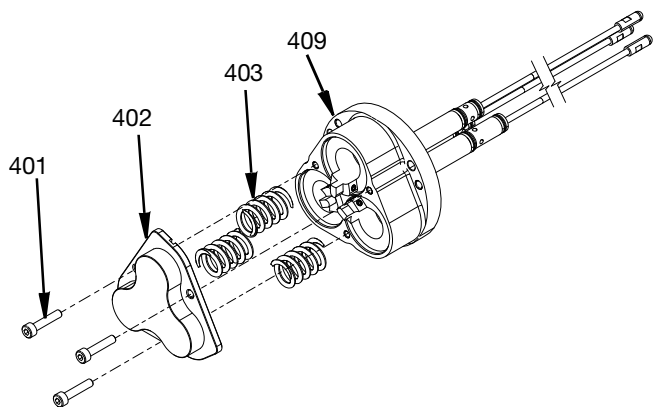

Рис. 33
9. Установите пружины (403) и крышку цилиндра (402). Вставьте винты M4 SHCS (401) через крышку цилиндра в корпус пневмоцилиндра (409). Нанесите противозадирное средство на винты (401) и равномерно затяните винты M4 SHCS (401), чтобы при сжатии пружину не заклинило. Затяните винты M4 с усилием 29,2 дюйм-фунта (6,5 Н•м). См. Рис. 33.